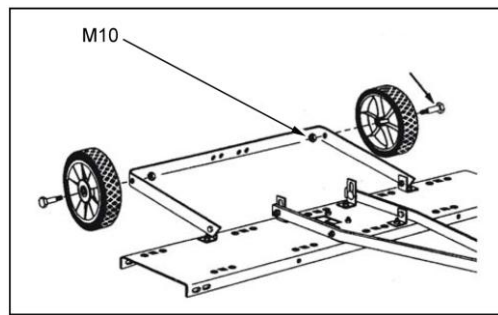

Figur 4
5. Monter sammen dragarmenes fremre del med to bolter (M8x30) og låsmuttere (M8). Fest koblingen på draarmen med to bolter (M8x50) og to låsmuttere (M8). Dra ikke til helt enn. Måte i drasprinten i koblingen. Sikre den med fjærsprinten. Se figur 4.